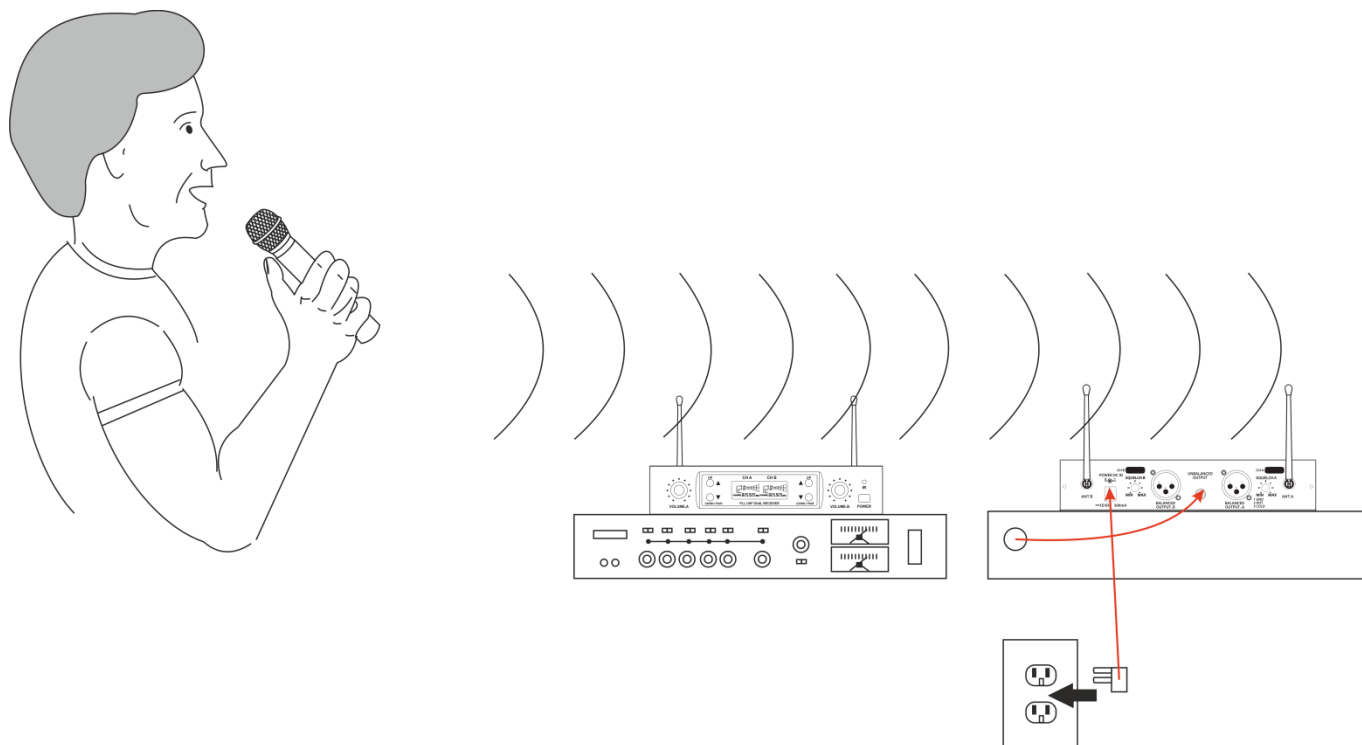

Abb. 04
- 01) Siehe Abb. 04. Schließen Sie das mitgelieferte DC-Netzteil an die **DC-Eingangsbuchse (08)** auf der Rückseite des COM-42 an. Schließen Sie das Netzteil an eine Steckdose oder andere Stromquelle an.
- 02) Halten Sie den **Netzschalter (05)** vorne auf dem COM-42 vier Sekunden lang gedrückt. Das Gerät ist nun eingeschaltet.
- 04) Schließen Sie den COM-42 mit einem XLR/XLR-Audio-Kabel über den **XLR-Audio-Ausgang (10, 12)** an den Eingang eines Mischpults an. Schließen Sie ihn alternativ mit einem Phone-Kabel mit einem 6,35-mm-Klinkenstecker über seinen **6,35-mm-Klinkenausgang (11)** an einen Verstärker an.
- 05) Halten Sie den **Power/Mute-Schalter (16)** gedrückt, um das Mikrofon einzuschalten.
- 06) Wählen Sie mit den **UP/DOWN**-Tasten am **Display (02)** einen verfügbaren Kanal aus. Der Einstellungsbereich geht von 00-99. Wenn Sie die **UP/DOWN**-Tasten 8 Sekunden lang gedrückt halten, springen Sie automatisch zum vorhergehenden/nächsten Kanal, ohne immer wieder auf die Tasten drücken zu müssen.
- 09) Sprechen oder singen Sie in das Mikrofon. Die AF-Anzeige auf dem **Display (02)** steigt und fällt, während Sie sprechen/singen.
- 11) Wenn die Show vorbei ist, schalten Sie das Soundsystem aus und schieben Sie den **Power/Mute-Schalter (16)** am Mikrofon in die OFF-Position, um die Batterien zu schonen.